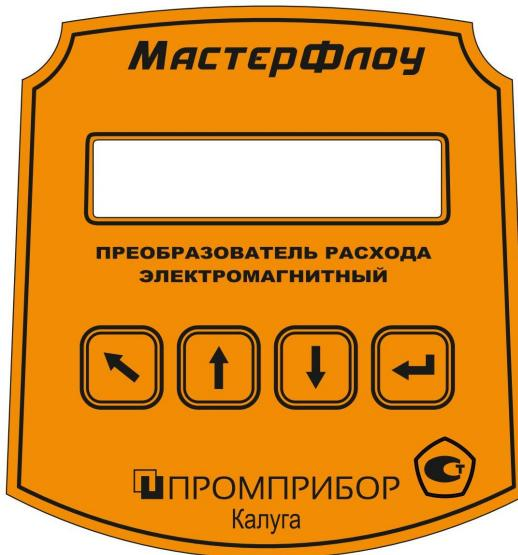

Рисунок 3.6 – Панель индикации для исп. МФ-И
*- для отображения большего количества знаков после запятой удержать крайнюю правую кнопку после чего нажать крайнюю левую кнопку см. п.3.5 и рис. 3.6.